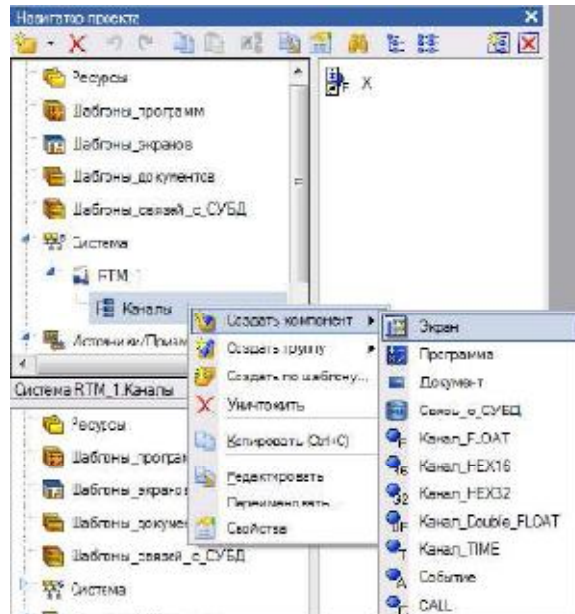

Рис. 1.7 Створення екрану
**6. Створення екрану.** Виділіть групу *канали*, викличте контекстне меню. У контекстному меню виберіть рядок створити компонент. Серед запропонованих *компонентів* слід вибрати екран (Рис. 1.7).